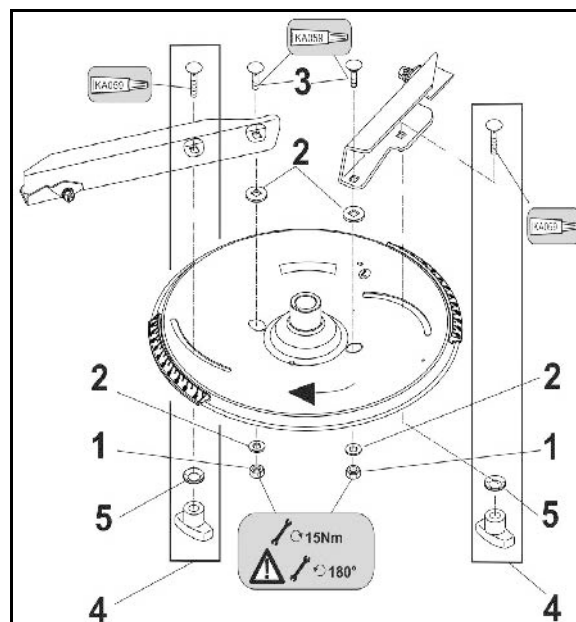

Fig. 90
- 6 skruer til veiecellen (Fig. 90/1)